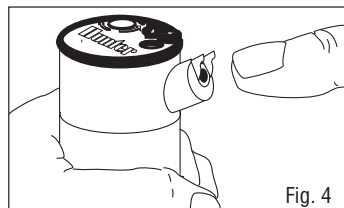

Fig. 4
3. Coloque o bico escolhido no orifício. Atenção: o referido orifício está orientado a 25° e as cavilhas têm que estar sempre colocadas para cima (Fig. 4). Introduza o bico até ao fundo do orifício. Aperte o parafuso de ajuste.